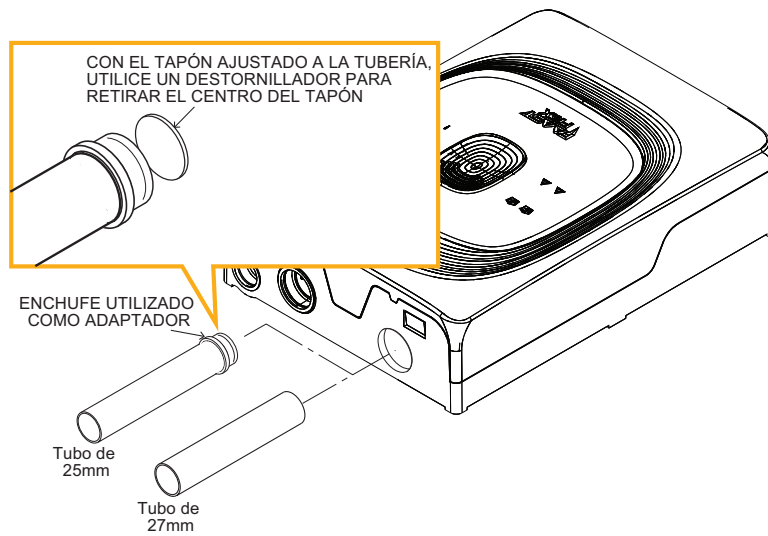
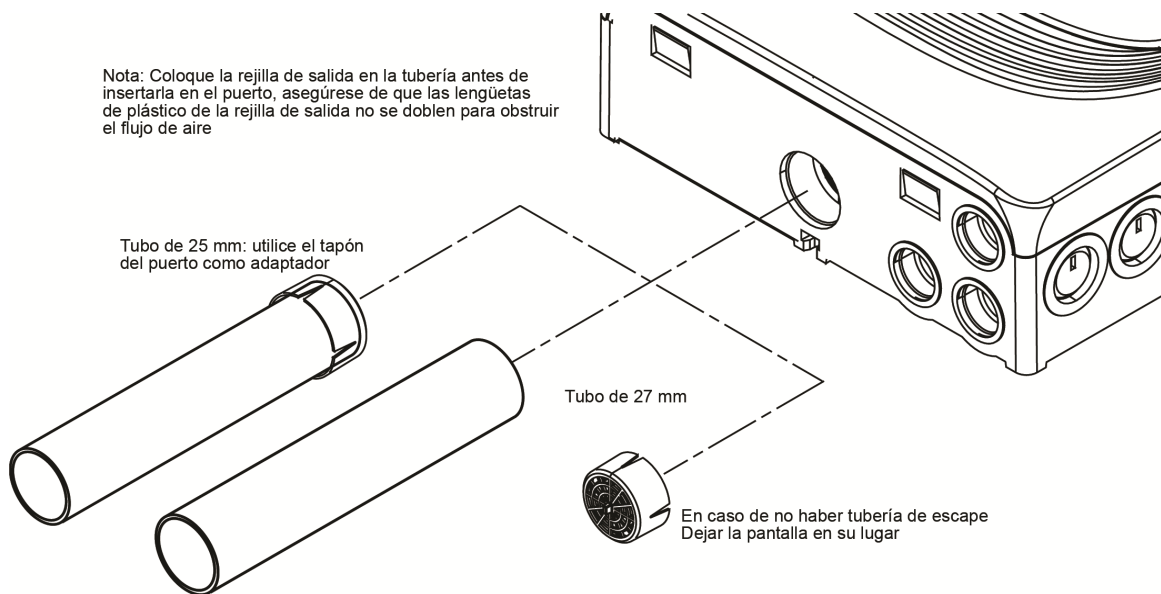

Figura 3-8: Conexiones de las tuberías de entrada
Figura 3-9: Conexiones de las tuberías de salida
5. El FAAST FLEX direccionable está diseñado para alojar tuberías de 27 mm o 25 mm. Si se utiliza una tubería de 25 mm, se necesita un adaptador. En las entradas, los tapones de las tuberías se pueden utilizar como adaptador retirando el centro del tapón para abrirlo (véase la Figura 3-8). En las tuberías de salida, la rejilla puede utilizarse como adaptador con tuberías de 25 mm (véase la Figura 3-9).